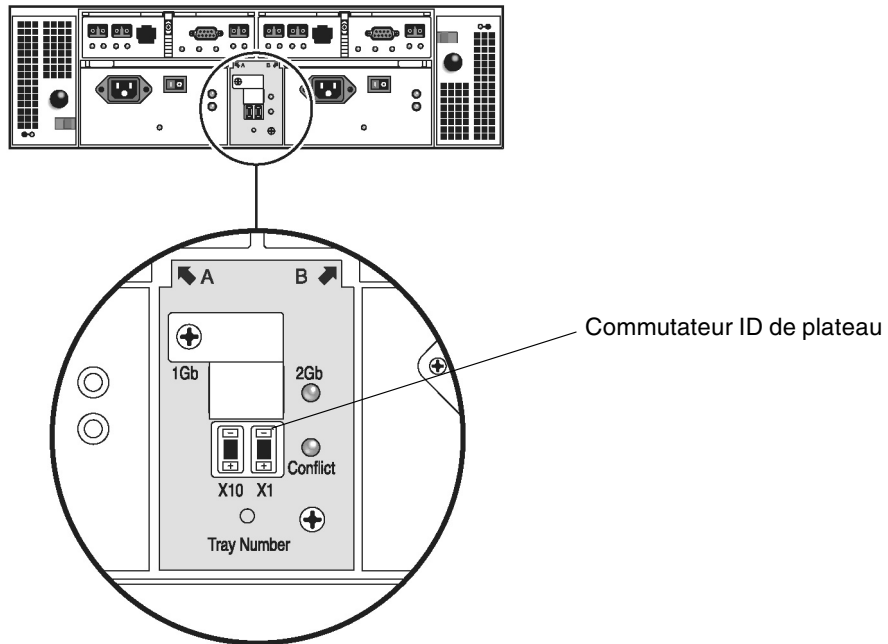

FIGURE 2-9 Commutateur ID de plateau
1. Repérez le commutateur ID de plateau à l'arrière de l'unité, entre les deux alimentations (FIGURE 2-9).